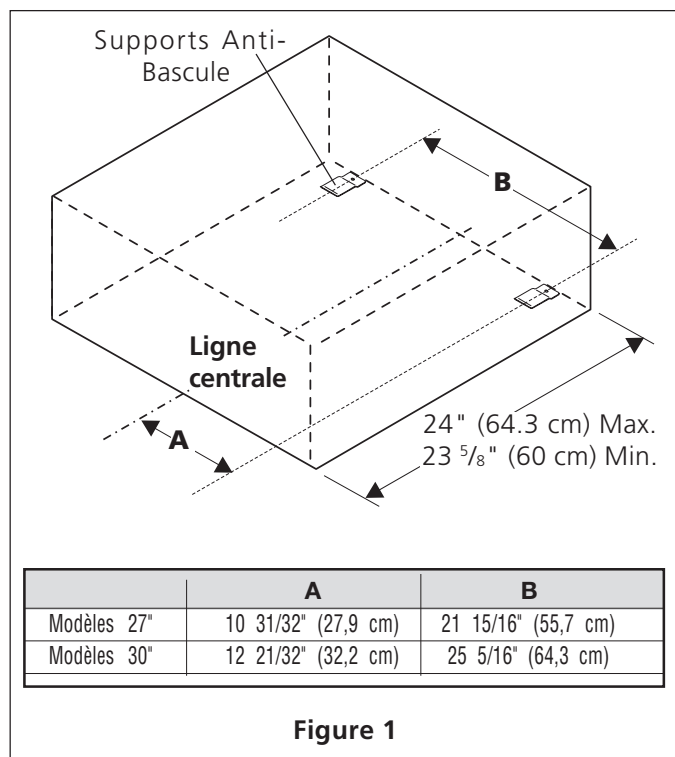

Figure 1
1. Localisez les supports anti-bascules tel qu'indiqué à la figure 1. Fixez-les à l'aide des vis noire fournies (10-16 X 3/4")